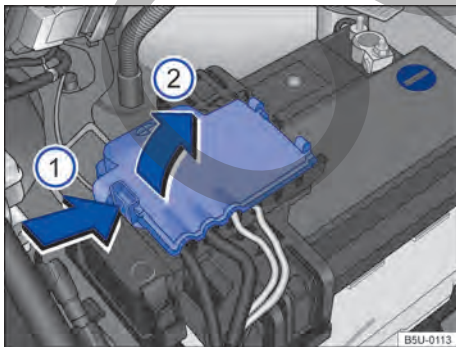

Fig. 168 Compartimento del motor: acceso al terminal positivo de la batería.
- Abrir la cobertura del polo positivo. Para abrir, presionar la traba en el sentido de la flecha → fig. 168 (1), plegar la cobertura hacia el costado en el sentido de la flecha (2).